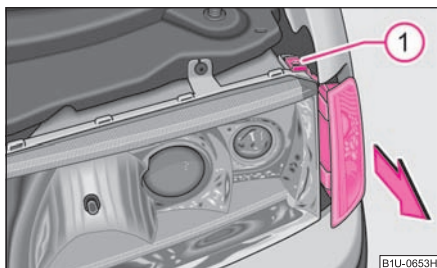

Fig. 178 Desmontaje de la bombilla para luz intermitente delantera
- Desenroscar el tornillo ①.
- Sacar la lámpara desplazando la misma en sentido de la flecha ⇒ fig. 178.
- Enroscar el tornillo ①. ■